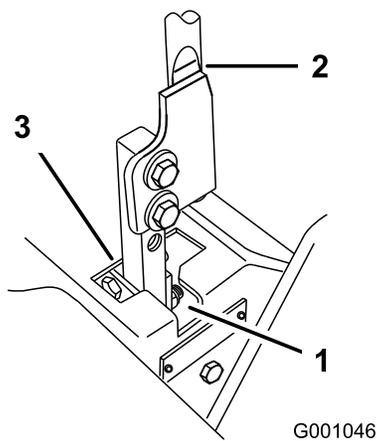

Figure 68
5. Placez le levier au point mort, **sans le verrouiller** (Figure 68).
6. Tirez-le ensuite en arrière jusqu'à ce que l'axe de chape (situé sur le bras au-dessous de l'axe de pivot) touche l'extrémité de la fente (c.-à-d. commence juste à appuyer sur le ressort) (Figure 68).
7. Vérifiez la position du levier par rapport au cran de la console (Figure 68). Il doit être centré de façon à pouvoir pivoter vers l'extérieur jusqu'à la position de verrouillage du point mort.